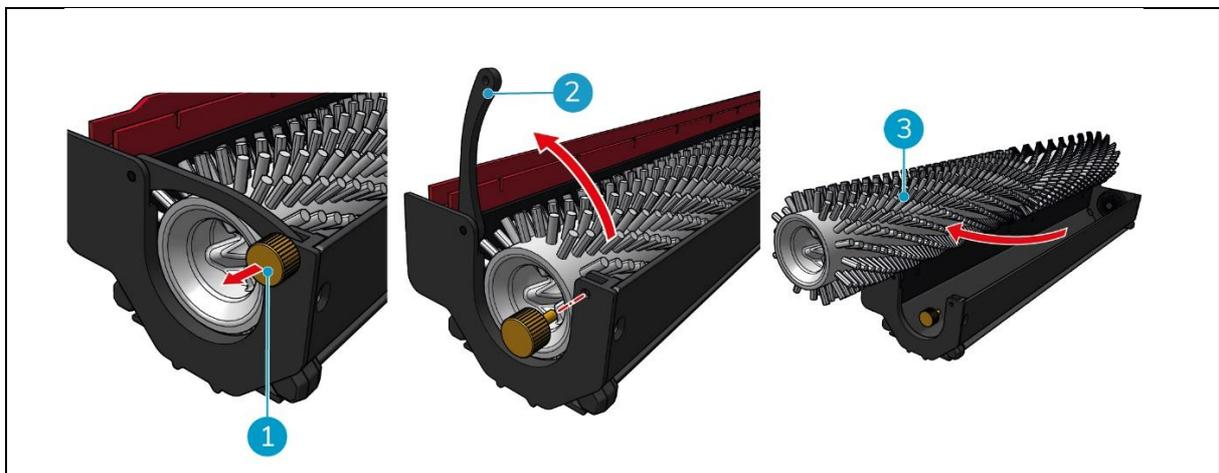

Figura 36
1. Retire el tornillo (Figura 36 pos. 1) girándolo en sentido antihorario y abra suavemente la palanca (Figura 36, pos. 2).
2. Retire el tornillo (Figura 36 pos. 1) girándolo en sentido antihorario y abra suavemente la palanca (Figura 36, pos. 2).